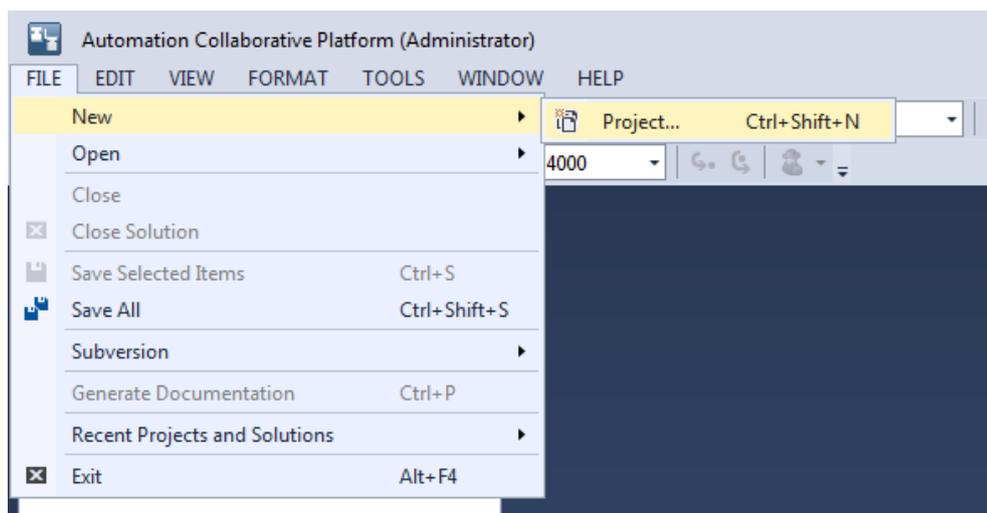

Рис. 2.1 – Создание нового проекта
2) После запуска среды разработки АСР следует создать проект, выполнив FILE→New→Project... (Рис. 2.1).